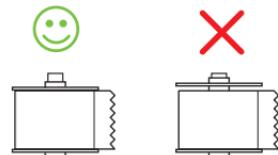

Figura 41
- 5 Coloque la guía del rodillo en la parte derecha del rodillo y apriete bien la guía contra el lado del rollo de etiquetas **sin dejar ningún espacio** entre el rollo y el rodillo. Ver Figura 41.